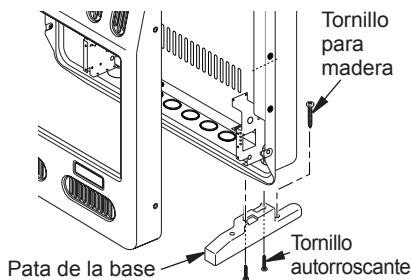

Figura 13 - Instalación de las patas de la base (el calentador puede ser distinto del que aparece en la ilustración)
3. Alinee los orificios en la pata de la base con los orificios de montaje en la parte inferior del gabinete (consulte la figura 13).
4. Coloque nuevamente el calentador con las patas de la base sobre los orificios. Asegure la base al piso con tornillos para madera. Consulte la figura 13.